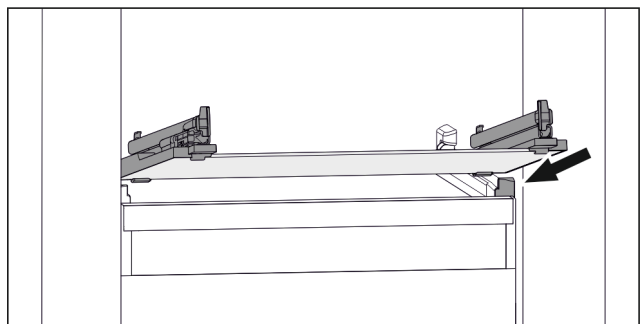

Fig. 130 Beispielhafte Darstellung der Glasplatte
- ▶ Glasplatte schräg hinter den Stopperrn aufsetzen. (siehe Fig. 130)